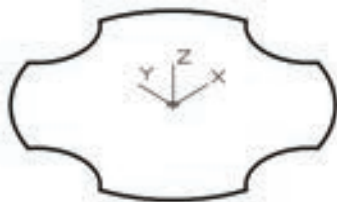

图 9-45 三维视图
3) 在“视图”菜单中选择“三维视图”→“西南等轴测”命令，或者从功能区“视图”面板的“三维导航”下拉列表框中选择“西南等轴测”选项，则绘制的图形显示如图 9-45 所示。